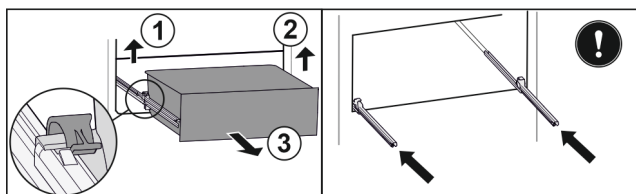

Fig. 177
- ▶ 提起左侧夹子，同时将抽屉左侧向前拉。 Fig. 177 (1)
- ▶ 提起右侧夹子，同时将抽屉右侧向前拉。 Fig. 177 (2)
- ▶ 朝前取出抽屉。 Fig. 177 (3)